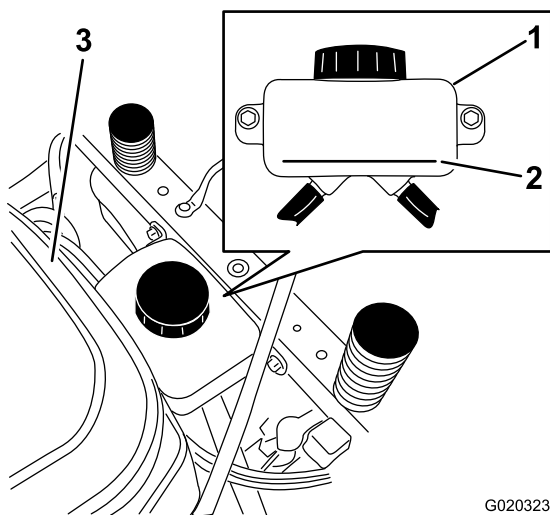
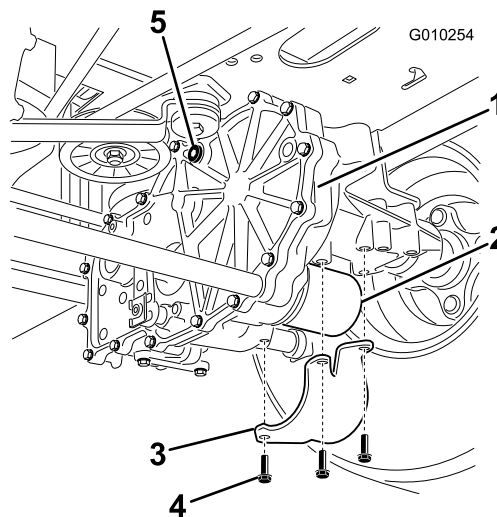

Figure 46
Figure 47
3. Localisez le filtre et les protections sur chaque transmission de la boîte-pont (Figure 47).
4. Retirez les trois vis qui fixent la protection du filtre et déposez la protection (Figure 47).
- A. Vérifiez que les bouchons d'aération et le bouchon du réservoir sont retirés avant d'ajouter l'huile (Figure 46 et Figure 47).
- B. Versez lentement l'huile spécifiée dans le vase d'expansion jusqu'à ce qu'elle ressorte par l'un des orifices des bouchons d'aération; arrêtez alors de verser (Figure 47).
- C. Remettez ce bouchon d'aération en place (Figure 47).
- D. Versez de l'huile dans le vase d'expansion jusqu'à ce qu'elle ressorte par l'orifice de l'autre bouchon d'aération sur la seconde transmission; arrêtez alors de verser (Figure 47).
- E. Remettez ce bouchon d'aération en place (Figure 47).
7. Versez de l'huile dans le vase d'expansion jusqu'à ce qu'elle atteigne le repère du niveau maximum à froid (FULL COLD) sur le réservoir et remettez le bouchon du vase d'expansion en place (Figure 46).
6. Arrêtez le moteur et vérifiez le niveau d'huile dans le vase d'expansion. Faites l'appoint d'huile spécifiée jusqu'à ce que le niveau atteigne le repère maximum à froid (FULL COLD) sur le vase d'expansion (Figure 46).
8. Vérifiez une dernière fois le niveau d'huile dans le vase d'expansion. Au besoin, faites l'appoint d'huile spécifiée jusqu'à ce que le niveau atteigne le repère maximum à froid (FULL COLD) sur le vase d'expansion (Figure 46).